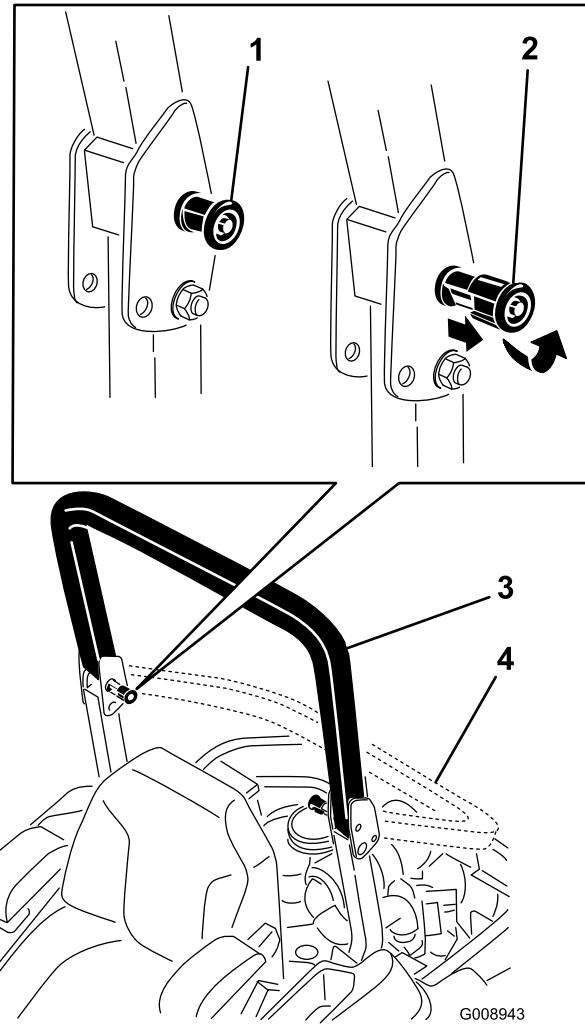

Bild 6
2. Ziehen Sie die zwei Handräder heraus und drehen sie um 90°, damit sie nicht eingerastet sind (Bild 6).
3. Senken Sie den Überrollbügel ab (Bild 6).
4. Zum Hochklappen des Überrollbügels heben Sie ihn an und drehen die Handräder so, dass sie teilweise in den Schlitten sitzen (**Bild 6**).
5. Klappen Sie den Überrollbügel ganz hoch und drücken Sie gleichzeitig am oberen Überrollbügel; die Stifte rasten ein, wenn die Löcher mit den Stiften ausgefluchtet sind (**Bild 6**). Wenden Sie Druck auf den Überrollbügel an, um sicherzustellen, dass die Stifte eingerastet sind.